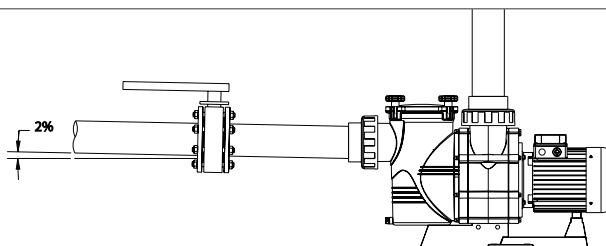

Fig. 2
- La connexion des tuyauteries doit être effectuée filetée aux bouches de la pompe (fig.2)
entièrement perpendiculaire et parfaitement centrée par rapport à la bouche à connecter, de façon à éviter que la pompe et le tuyau ne soient soumis à des efforts externes qui, indépendamment de gêner les opérations de montage, pourraient arriver à en causer la rupture. (Fig. 2)
La tuyauterie d'aspiration devra être installée en légère inclinaison (2 %) vers la pompe, ce qui permettra d'éviter la formation de sacs d'air. (Fig.2).